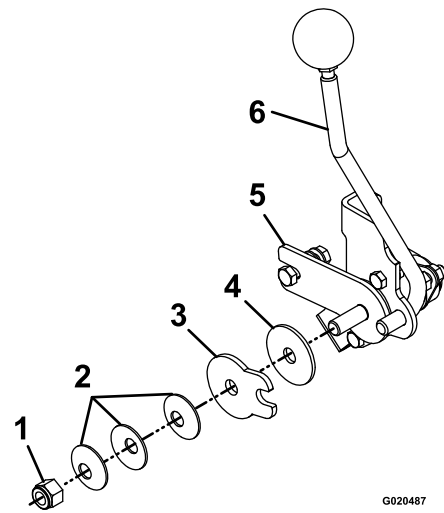

Figura 53
3. Para ajustar la tensión, ajuste la tuerca del pivote, que está situada en el extremo del eje de control de movimiento, delante de la consola derecha (Figura 53).